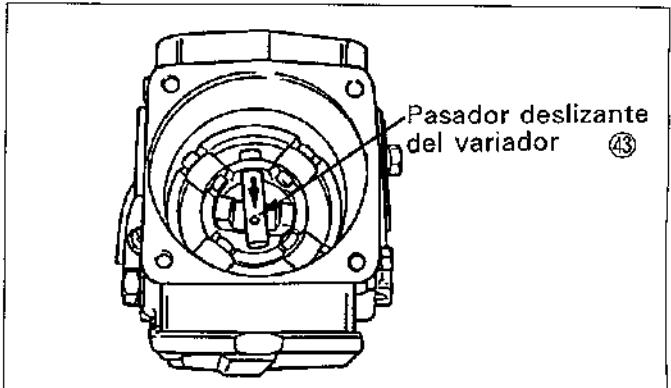

Figura.12-20 Extracción del pasador deslizante
(2) Gire el eje de impulsión de forma que las lengüetas no obstruyan el pasador deslizante del variador ④3 mientras está siendo sacado hacia el centro del anillo de rodillo. (Vea la figura.12-20)